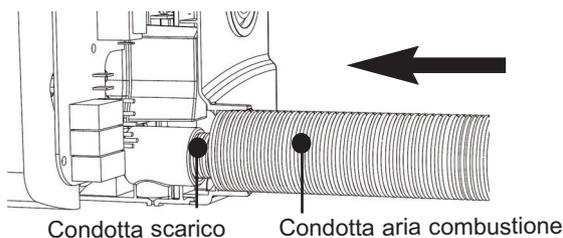

Fig. 14 Collegamento condotta dell'aria
- ii. Adattare la condotta dell'aria di combustione allo scaldacqua facendola scivolare sulla condotta di scarico e collegarla allo scaldacqua (vedere la Fig. 14).